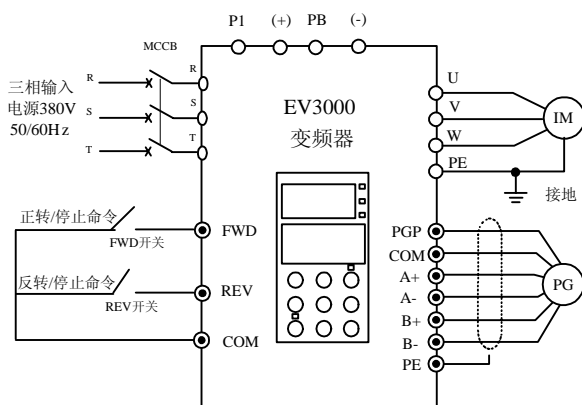

图 4-17 基本运行配线图 2
1) 按图 4-17 配线, 检查接线正确后, 合上 MCCB 开关, 变频器上电;